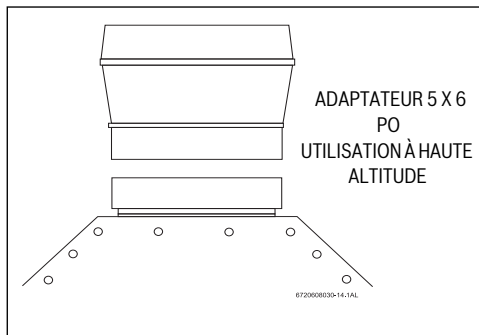

Fig. 10 Adaptateur d'évacuation pour les installations à haute altitude
- ▶ Il est recommandé d'utiliser un conduit à double paroi de type B de 5 po de diamètre. Aux altitudes supérieures à 2 000 pieds, utilisez un conduit de 6 po, comme le montre la Fig. 10. La section du conduit d'évacuation ne doit en aucun cas être réduite.
Les cheminées en maçonnerie doivent être construites et installées conformément à la norme NFPS 211 ou à la réglementation locale. Dans le cas d'une évacuation par une cheminée interne en maçonnerie à tirage naturel, il faut utiliser un conduit d'évacuation d'au moins 5 po (métallique double paroi de type B), ou bien un boisseau de terre cuite ou autre système homologué de doublage de cheminée. Aux altitudes supérieures à 2000 pieds, utilisez un conduit de 6 po, comme le montre la Fig. 10. Certaines réglementations locales exigent l'utilisation